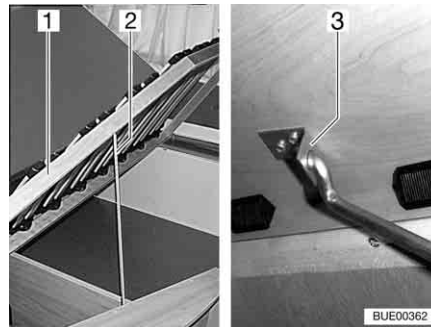

Fig. 81 Lit fixe
- Soulever le sommier à lattes (Fig. 81,1), détacher la tige (Fig. 81,2) de l'ancrage et l'insérer dans le trou du support (Fig. 81,3).
- Soulever le sommier à lattes (Fig. 81,1), détacher la tige (Fig. 81,2) du support (Fig. 81,3) et l'insérer dans l'ancrage.